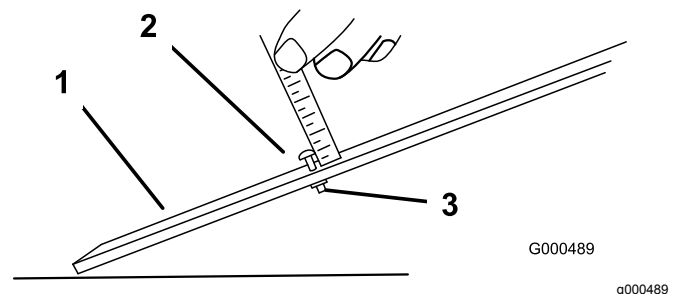

Рисунок 8
- Ослабьте гайку измерительной планки и установите регулировочный болт на требуемую высоту скашивания (Рисунок 8).